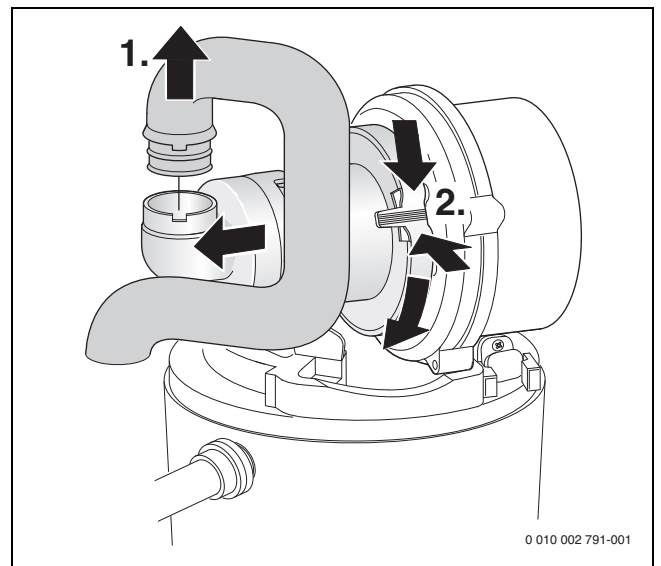

Bild 52 Saugrohr und Mischeinrichtung ausbauen
- ▶ Mischeinrichtung ausbauen (→ Bild 52).